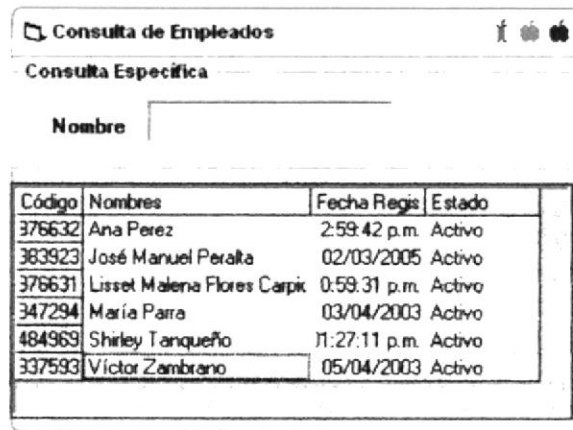

Figura 4.6 Pantalla de Consulta de Empleados
3. Dar clic en el botón de Búsqueda  y aparecerá la pantalla de consulta de Empleado. (Ver Figura 4.6).